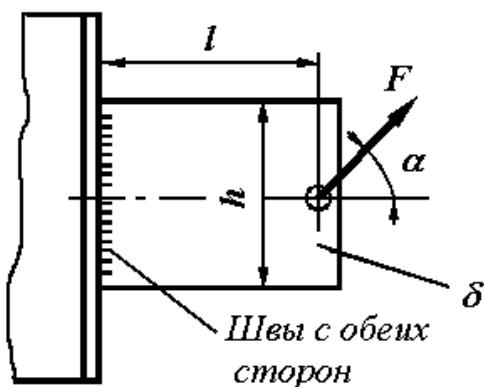

Рисунок 3.7
**Задача 7.** Проверить прочность сварного соединения листа толщиной  $\delta$  с уголком (рисунок 3.7), если на конце  $l$  рычага приложена сила  $F$  (таблица 3.7). Материал рычага - сталь Ст 5. Сварка ручная электродами Э50.